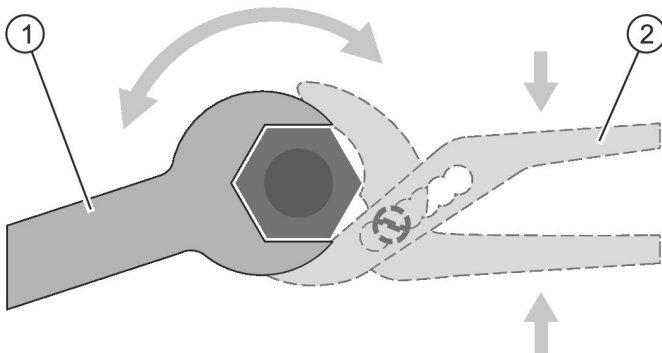

Рис. 33: Использование переставных клещей для приложения силы затяжки
1. ▶ Удерживайте клещами (Рис. 33/2) конец трубки с резьбой теплообменника.
2. ▶ Удерживайте клещами конец резьбовой трубки при применении гаечного ключа (шестиугольный, Рис. 33/1) для подсоединения теплообменника к трубкам (разводка труб осуществляется другими компаниями).